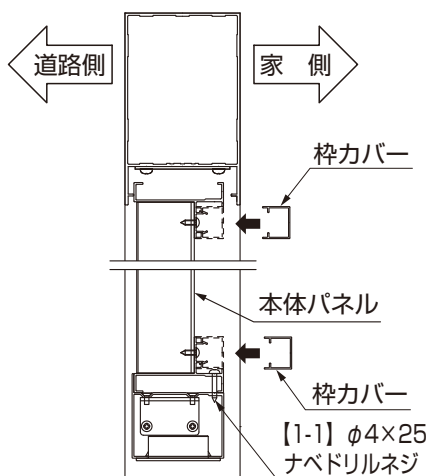

図5-5 A部詳細図
- ②枠力バーを本体パネルにはめ込んでください。（図5-5参照）